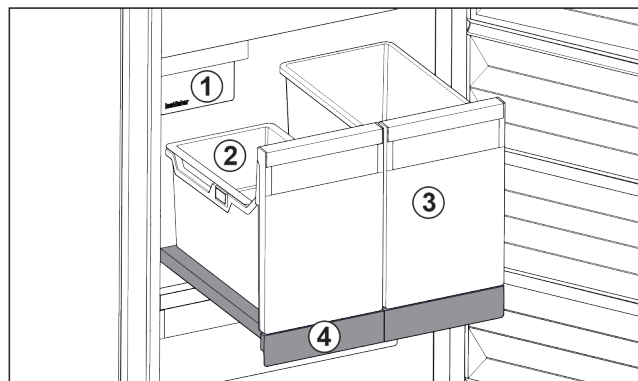

Fig. 138 Izvlačna ploča s IceTower
Na izvlačnoj ploči se nalaze dva visoka spremnika (IceTower). U spremniku se skupljaju i spremaju Fig. 138 (2) kockice leda iz IceMaker. Spremnik Fig. 138 (3) je prikladan za čuvanje visokih namirnica kao što su pizza ili alkoholna pića.